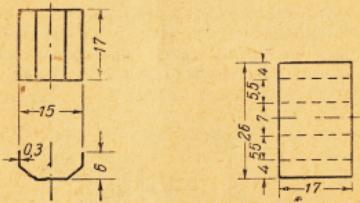

Рис. 17
**г) Напайка перепускного канала.** Изготовленный из жести 0,3 мм по рис. 17 канал подгоните по месту и снимите со